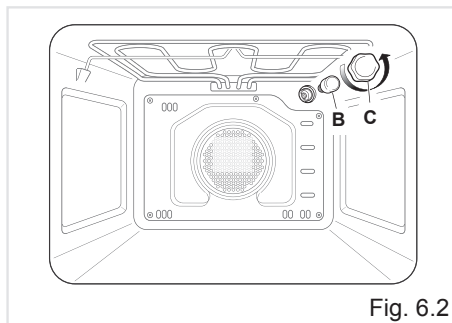

Fig. 6.2
- Svitare la calotta protettiva "C" (fig. 6.2).